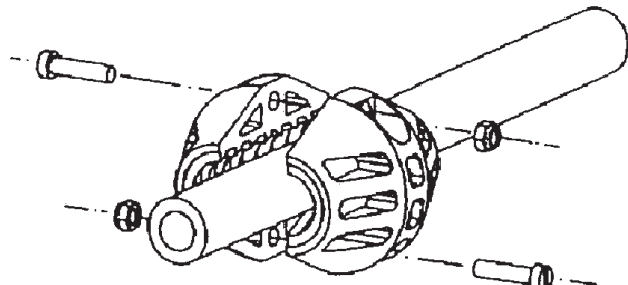

Fig. 7
2. Remove the hose stop (fig. 7).
2. Desserrez et retirez la butée d'arrêt du flexible (fig. 7).
2. Afloje entonces el tope de manguera y desmóntelo (fig. 7).
3. Entfernen Sie den Schlauchstopper (Fig. 7).